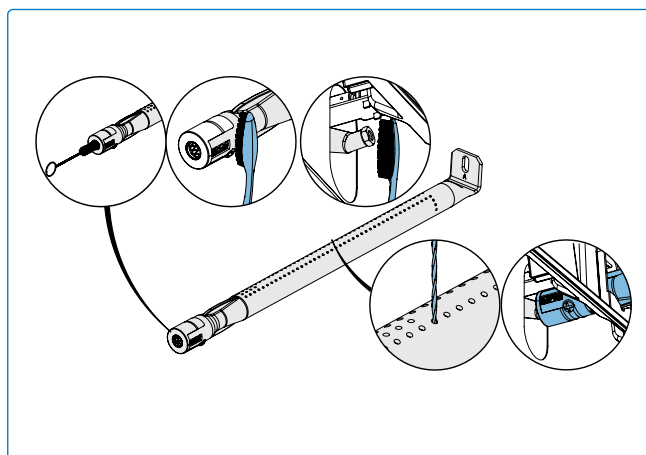

Fig. 25
- Limpie el interior del quemador con un cepillo flexible para tubos Venturi o, en las zonas delicadas, con un cepillo de cerdas suaves para eliminar con cuidado los residuos (**Fig. 25**).